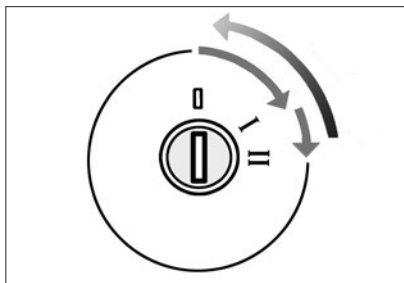

Рис. 50. Выключатель зажигания
**«0»** (рис. 50) – **выключено**. Положение фиксированное. Ключ вынимается.